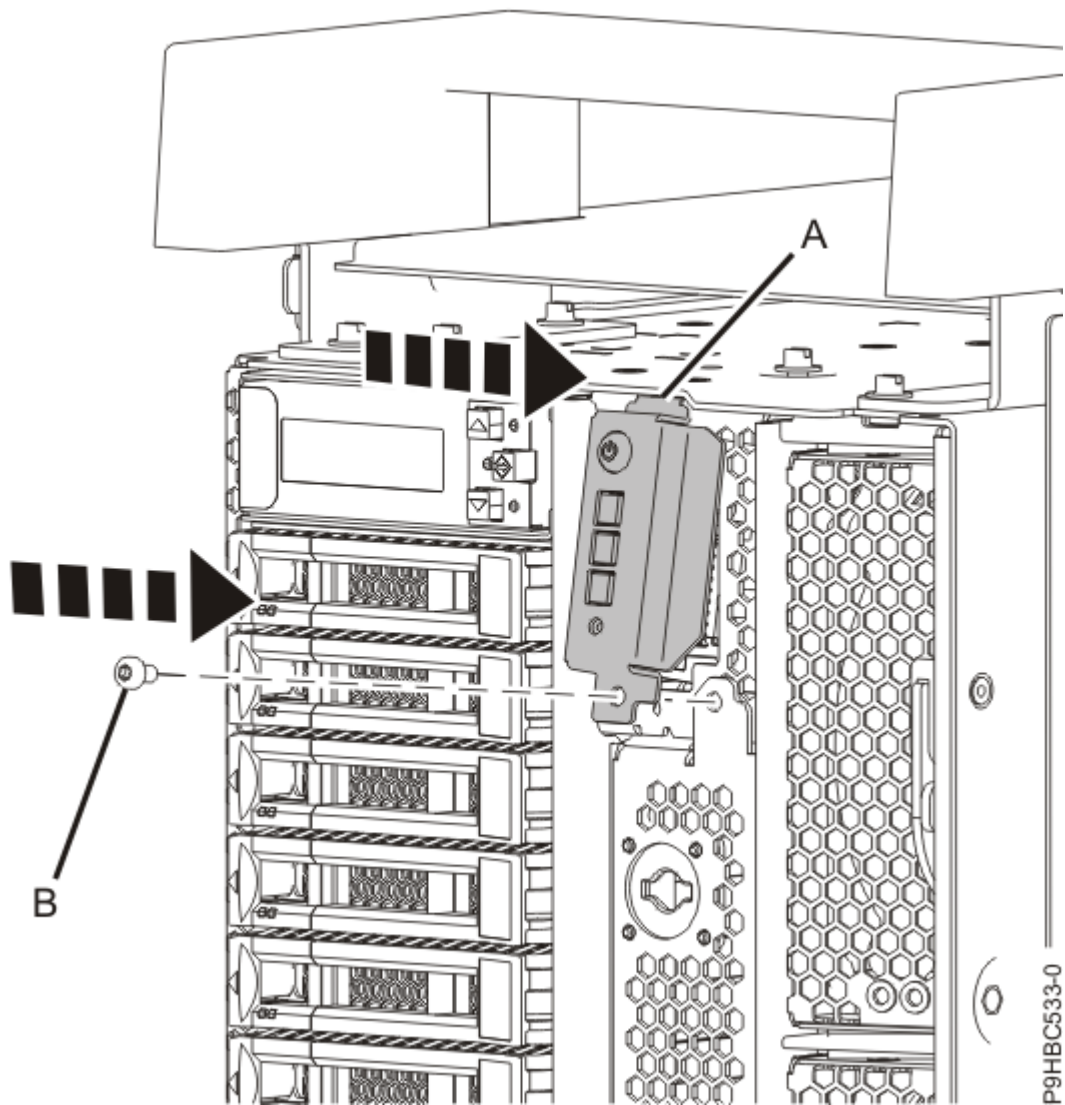

Figure 26. Fixation de l'écran du panneau de commande à un système autonome
- b) Faites pivoter le panneau de commande vers le haut pour verrouiller la patte supérieure **(A)**, comme illustré à la Figure 26, à la page 28, puis remettez en place la vis **(B)** qui fixe le panneau de commande au système.